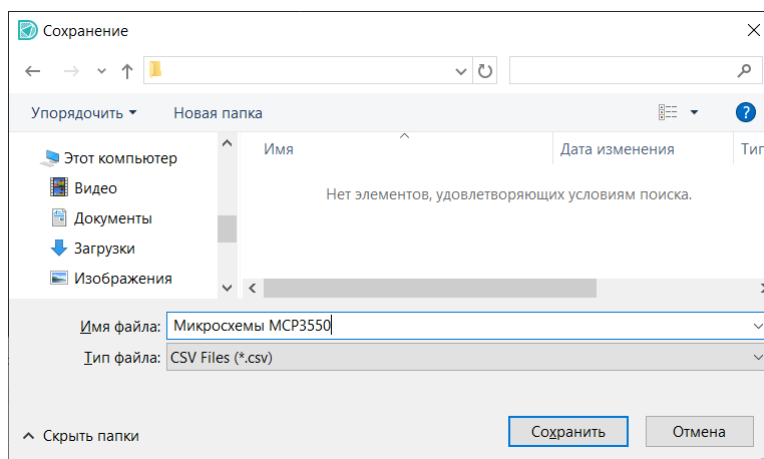

Рис. 321 Указание имени и места сохранения экспортируемого файла с данными радиодеталей
2. Укажите в окне проводника место сохранения и имя файла, см. Рис. 321.